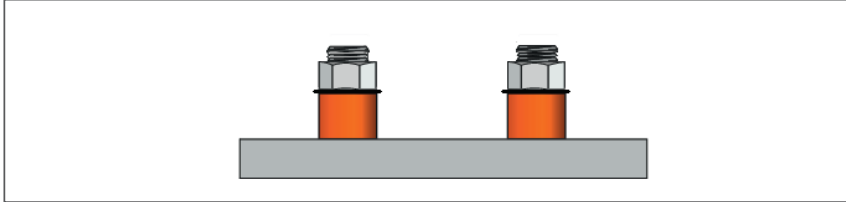
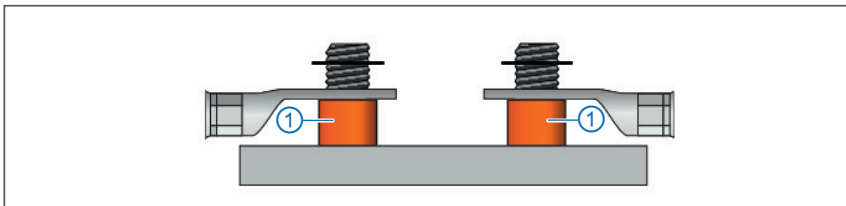
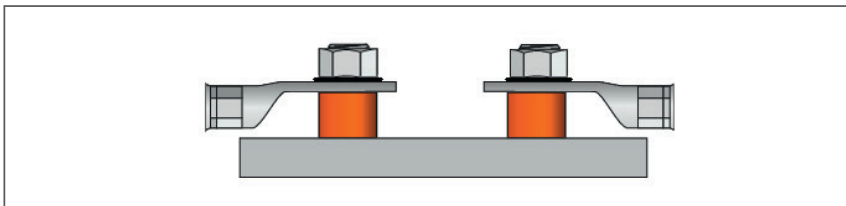

Abb. 5-8: HV BM 1.2+S, Kupferdome/Gewindebolzen für die Montage der Leitungen HV+
Abb. 5-9: HV BM 1.2+S, Ringkabelschuhe und Unterlegscheiben auflegen
Abb. 5-10: HV BM 1.2+S, Leitung HV+, Ringkabelschuhe mit M8-Muttern befestigen
Abb. 5-8 zeigt die Gewindebolzen für die Aufnahme der Ringkabelschuhe der Leitungen HV+. Die Ringkabelschuhe werden wie in Abb. 5-9 und Abb. 5-10 dargestellt auf die Kupferdome aufgelegt und mit M8-Muttern befestigt.
☞ Die Ringkabelschuhe wie in Abb. 5-9 dargestellt auf die Kupferdome ① auflegen.